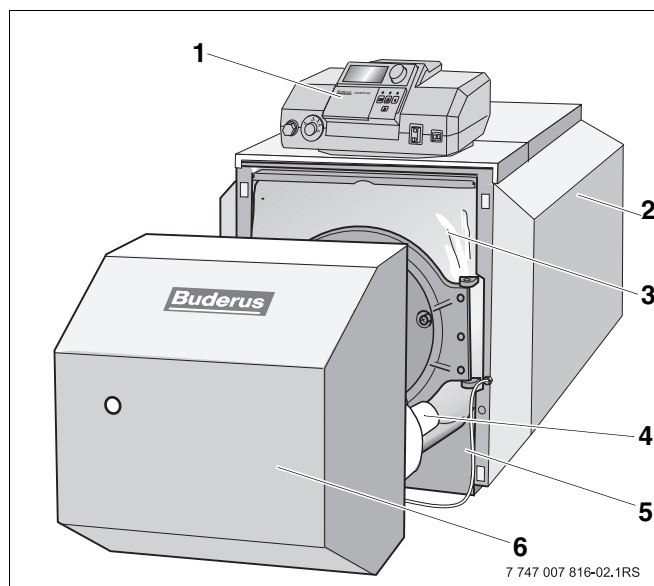

fig. 2 Caldeira de aquecimento S125 ECO BE sem acumulador de água quente
2. Caldeira de aquecimento sem acumulador de água quente integrado S125 ECO- BE (→ fig. 2)